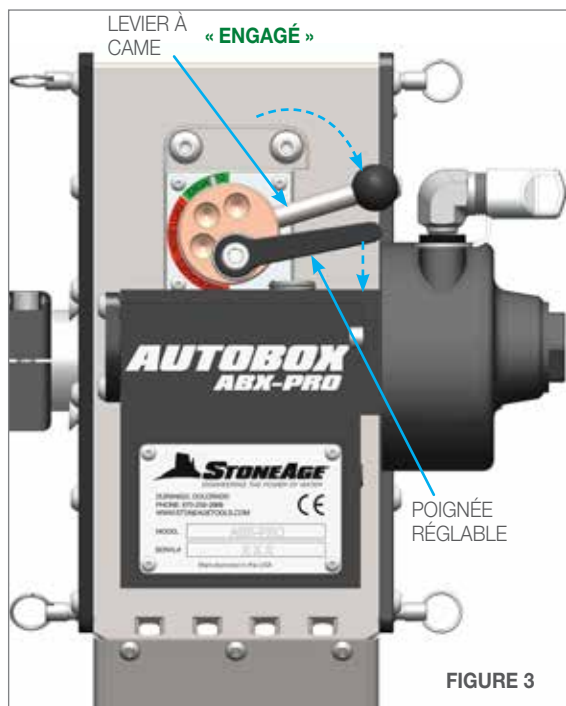

FIGURE 3
3. Tournez le levier à came en sens horaire jusqu'en position « **engagée** » pour serrer le rouleau mené en bas du flexible. Il doit y avoir un glissement lent du flexible. Si le flexible est trop ou pas assez serré, déplacez le levier excentrique jusqu'à obtenir un glissement lent. Quand le niveau de glissement est atteint, descendez la poignée réglable pour serrer l'ensemble de bagues. (Figure 3)